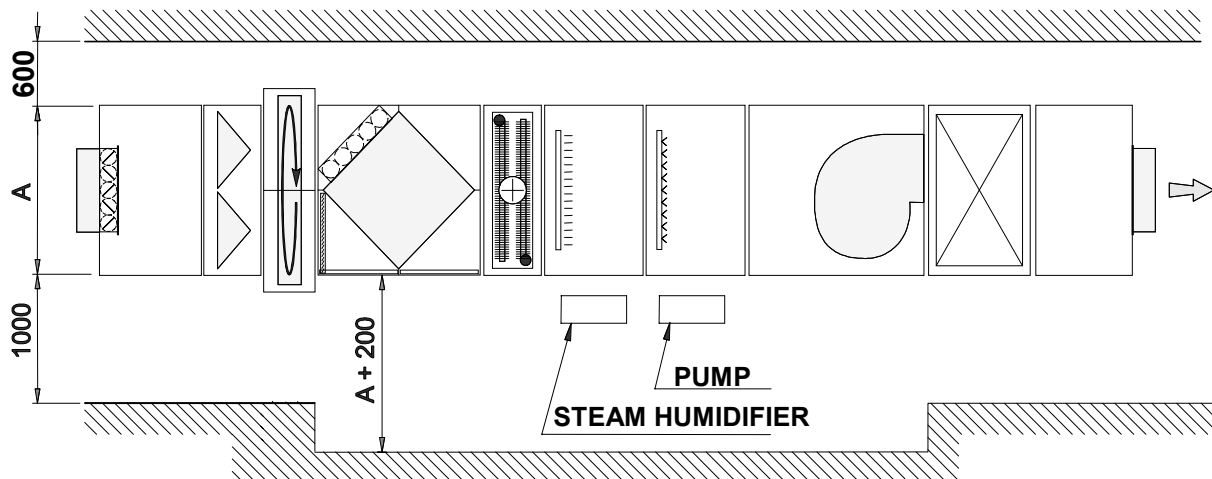

Fig. 1 - Minimum Vrije Ruimte (boven zicht, rechtse toegang)
- Minimum vrije ruimte dient behouden volgens fig. 1